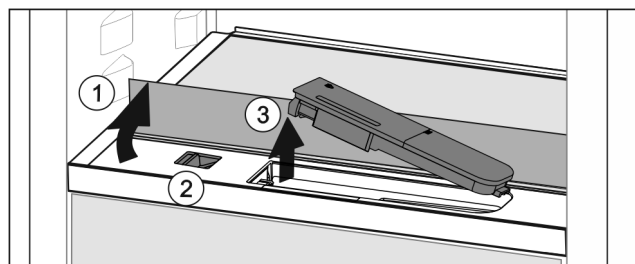

Fig. 51
- ▶ 抬起玻璃隔板，将其向后翻转至止挡 Fig. 51 (1)。
- ▶ 向左推滑块 Fig. 51 (2)。
- ▶ 取出水箱 Fig. 51 (3)。